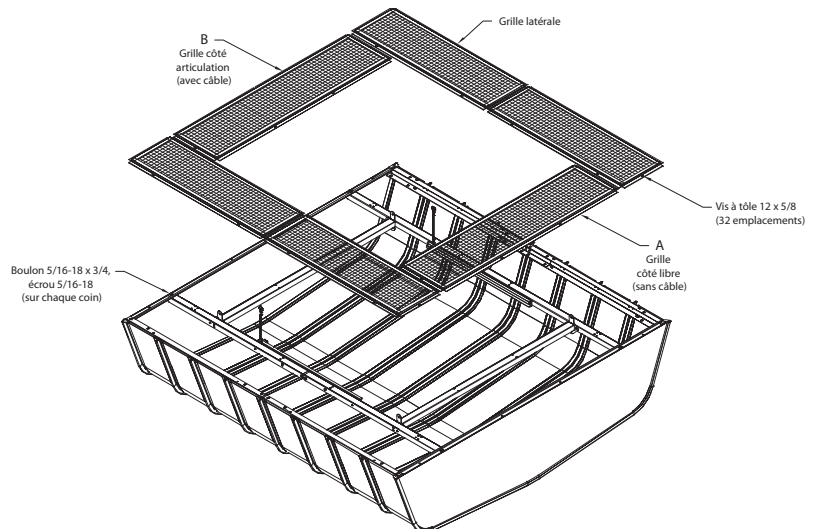

Figure 5 — Fixation du cadre et de la grille 3FKE2 et 3FKE3
4. Voir la Figure 5. Fixer le cadre à la coiffe à l'aide d'un (1) boulon de 5/16-18 x 3/4 et d'un (1) écrou de 5/16-18 dans chaque coin.
5. Voir la Figure 5. Fixer la grille pour oiseaux dans les trous prévus à l'aide de 32 vis à tôle #12 x 5/8, 5 sur chaque grille latérale et 6 sur les bouts A et B.